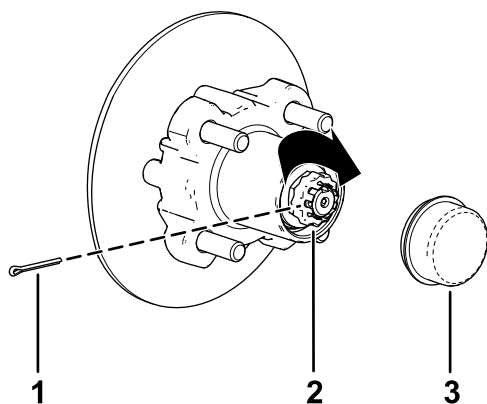

Figura 35
8. Montate il fermo sul dado e controllate l'allineamento della scanalatura sul fermo con il foro del mandrino per la coppiglia (Figura 35).